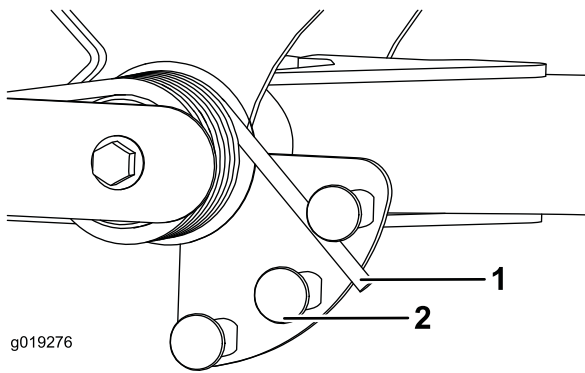

Figura 34
2. Insira um tubo ou objecto semelhante na extremidade da mola comprida e incline-a em redor do actuador da mola para a posição desejada (Figura 34).